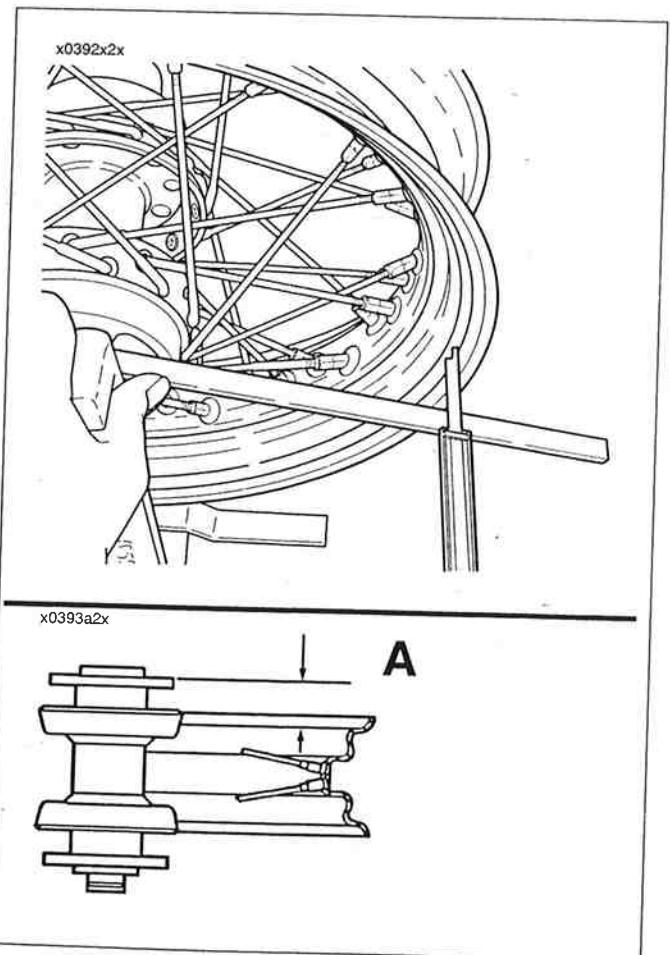
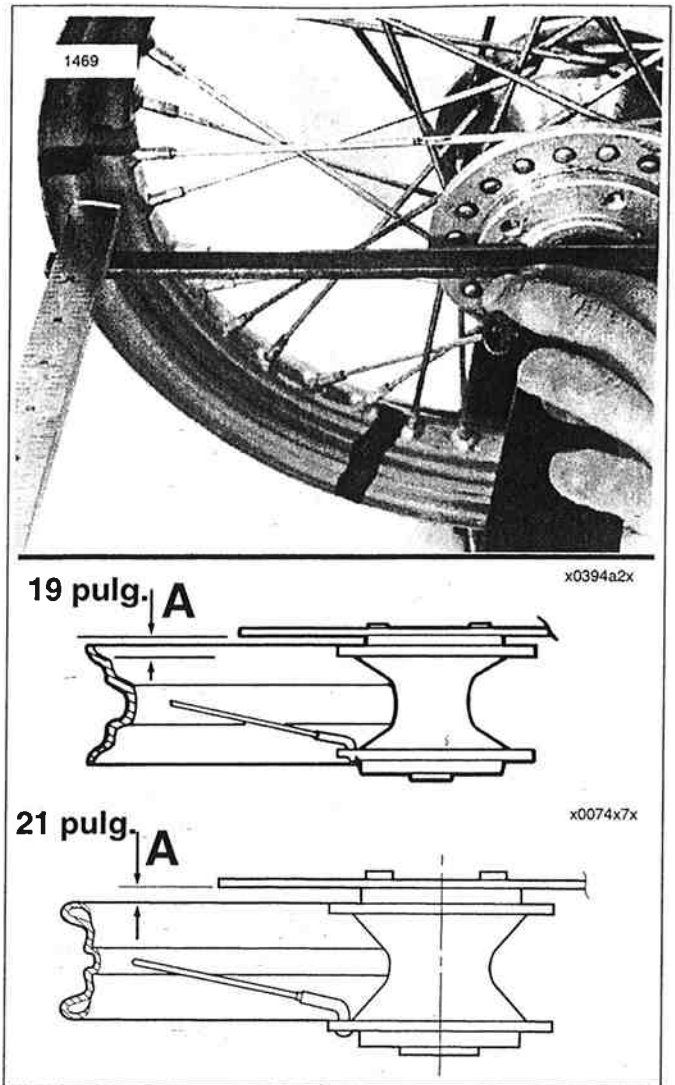

Figura 2-60. Centrado del cubo de 16 pulg.
Figura 2-61. Centrado del cubo de 19 pulg. y 21 pulg.
4. Vea la Figura 2-60. Vea la Figura 2-61. Consulte la Tabla 2-14. La maza debe centrarse lateralmente con el aro. Coloque una regla sobre el reborde del disco de freno de la maza y uno de los grupos de rayos marcados. Mida la distancia de la regla al aro como se muestra. Si la medida no es igual en ambos lados de la rueda, afloje y apriete los cuatro rayos como corresponda. Use la LLAVE DE RAYOS (HD-94681-80).
Vea la Figura 2-60. Vea la Figura 2-61. Consulte la Tabla 2-14. La medida "A" debe conservarse para asegurar el centrado de la rueda en la motocicleta.
10. Vea la Figura 2-60. Vea la Figura 2-61. Consulte la Tabla 2-14. Revise la medida "A" y vuelva a rectificar la rueda si no cumple con las especificaciones.